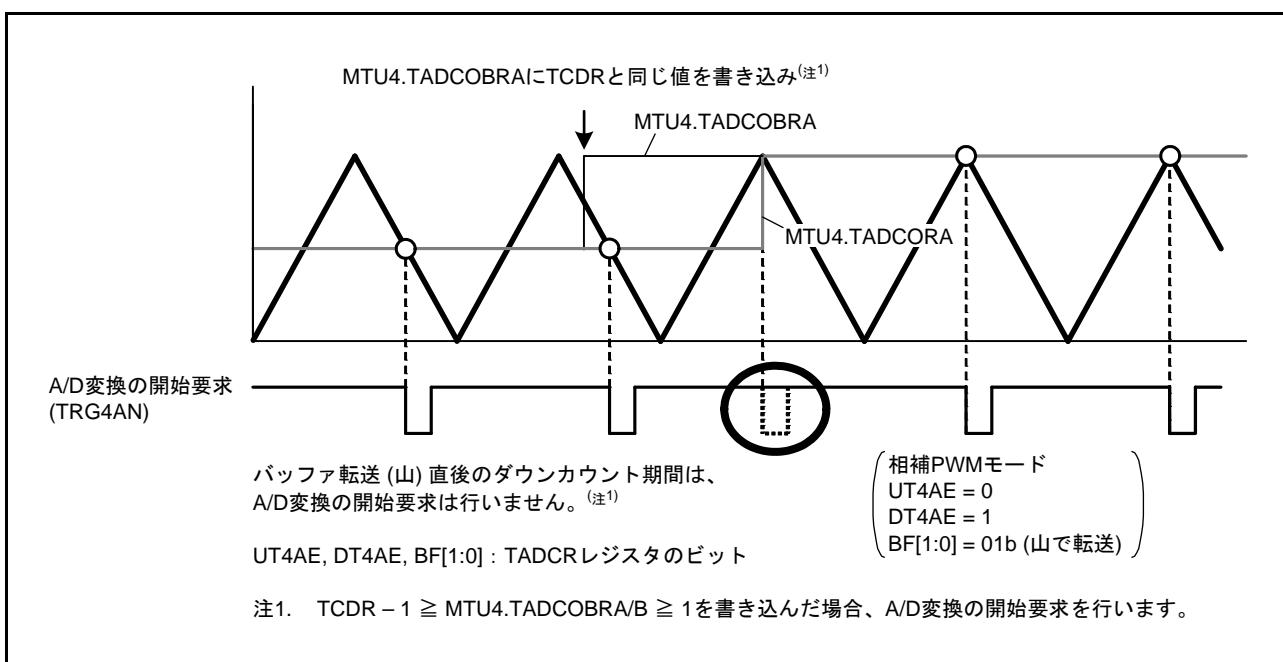

図 22.126 MTU4.TADCOBRA に TCDR と同じ値を書き込んだときの A/D 変換の開始要求
- MTU4.TADCOBRA, MTU4.TADCORB レジスタに TCDR レジスタと同じ値、かつ、MTU4.TADCR レジスタの DT4AE, DT4BE ビットに “1” を設定して、MTU4.TCNT カウンタの山でバッファ転送したとき、転送直後のダウンカウント期間については A/D 変換の開始要求を行いません（図 22.126）。